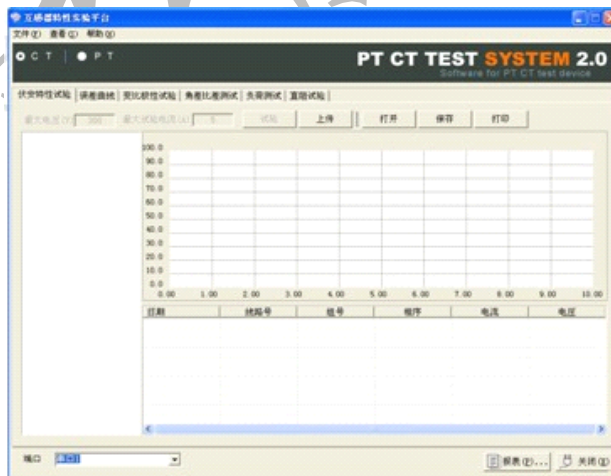

图 21
- 9.1、将配套光盘放入计算机光驱中, 解压“软件”至 C 盘根目录, 打开 Execute 文件夹, 选择“Dqsy”文件, 即为互感器测试软件(图 21)。